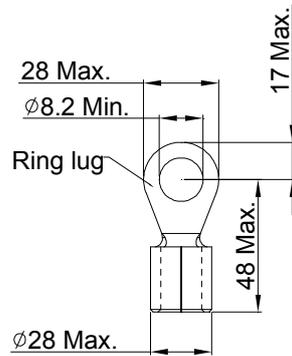

Figure 1.
2. 若使用者需要自行使用環狀端子，端子規格如下圖一 (Figure 1) 所示
5. 若使用者需要自行使用環狀端子，端子規格如下圖一(Figure 1)所示